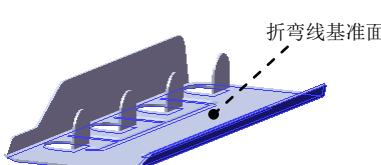

图 13.2.53 绘制的折弯 1
Step12. 创建图 13.2.53 所示的钣金特征——绘制的折弯 1。
(1) 选择命令。选择下拉菜单 $\text{插入(I)} \rightarrow \text{钣金(H)} \rightarrow \text{绘制的折弯(S)…}$ 命令（或单击“钣金”工具栏上的“绘制的折弯”按钮 绘制的折弯 ）。
(2) 定义特征的折弯线。
① 定义折弯线基准面。选取图 13.2.53 所示的模型表面作为折弯线基准面。